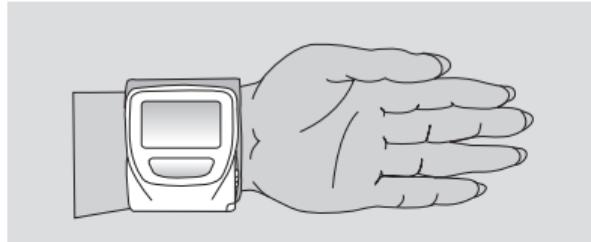

Figura 2
**⚠ Asegúrese de que la pantalla esté en la parte superior de su brazo (véase figura 2).**